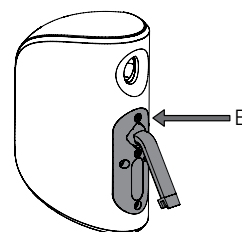

Figura 14
Para montaje en pared con orientación vertical en ubicaciones en las que usted no necesite la máxima inclinación hacia abajo y desee ocultar lo máximo posible el soporte de pared detrás de la caja acústica, afloje el otro tornillo de seguridad de la bola de unión (B), gire el brazo otros 90° y fije firmemente el tornillo (Figura 14).